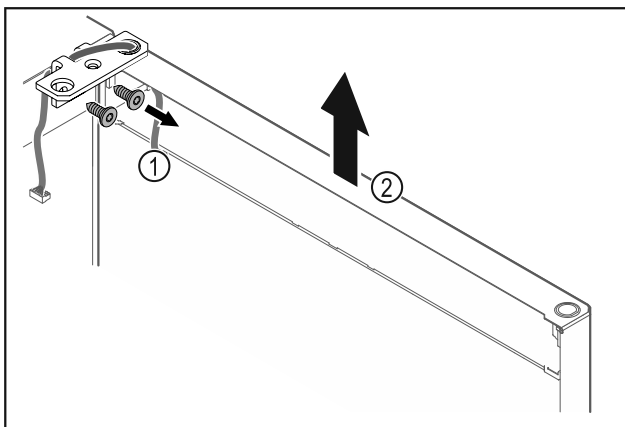

Fig. 21
- ▶ Desatornillar la escuadra de bisagra Fig. 21 (1).
- ▶ Levantar la puerta junto con la escuadra de bisagra Fig. 21 (2) aproximadamente 200 mm recta hacia arriba y retirar.